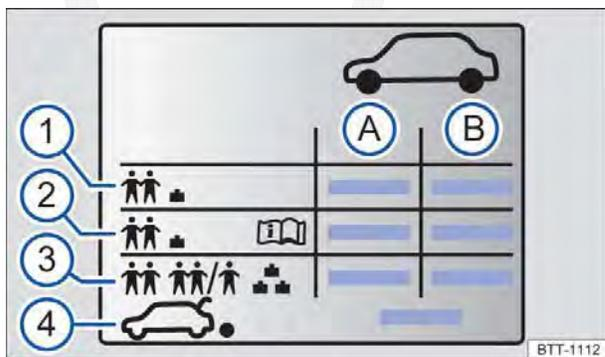

Fig. 208 Símbolos na etiqueta com as pressões dos pneus.
Indicações na etiqueta com as pressões dos pneus ⇒ Fig. 208:
Dependendo do veículo, a etiqueta com as pressões dos pneus pode ter uma pressão dos pneus de conforto ⇒ Fig. 208 ②. A pressão dos pneus de conforto possibilita aumentar o conforto da condução. Ao conduzir com a pressão dos pneus de conforto, pode aumentar o consumo de combustível.